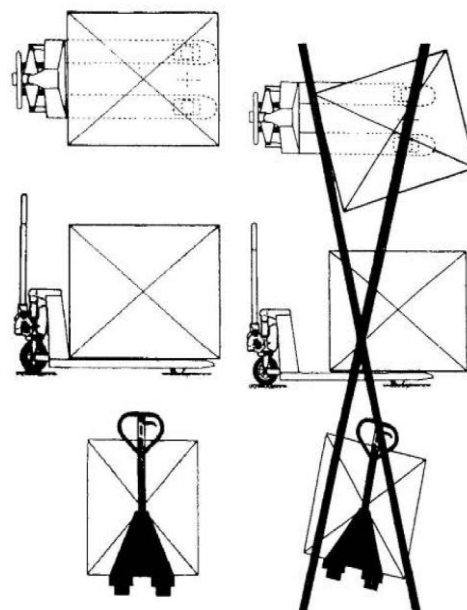

Рис. 6.
5.2. Расположение груза показано на рис. 6.